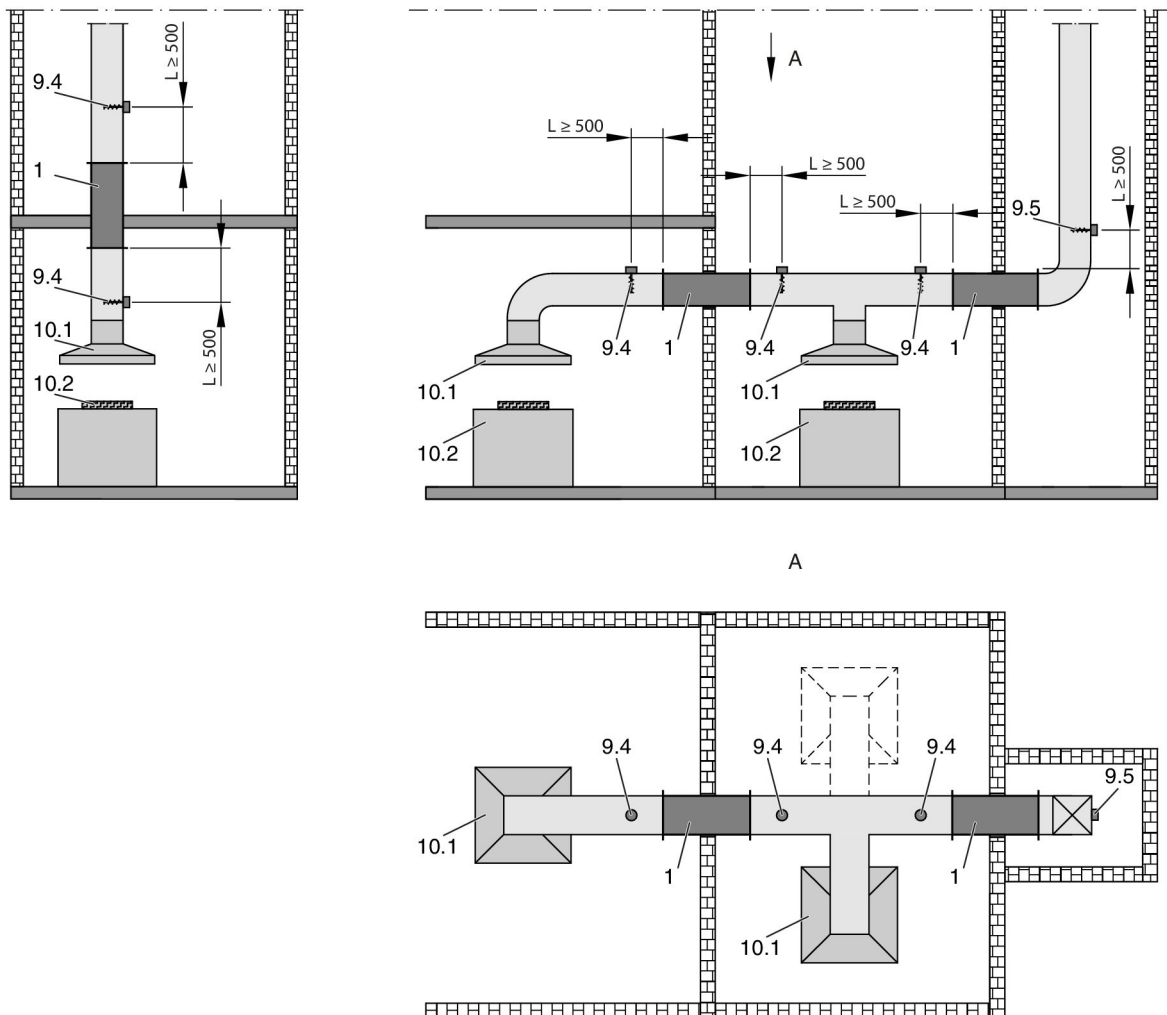

Abb. 24: Weitere Einbaubeispiele
- Im Lieferumfang der KA-EU ist ein Kapillarrohrfühler enthalten. Je nach Einbauort werden weitere Kapillarrohrfühler (Art.-Nr.: M536KA0) benötigt (weitere Einbaubeispiele siehe Abb. 24). Es können bis zu 10 Kapillarrohrfühler in Reihe geschaltet werden.